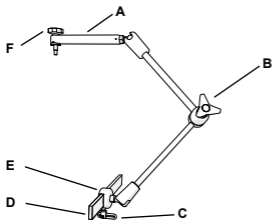

Figura 1: Brazo de montaje del generador de campo
Véase la Figura 1.
3. Abra la abrazadera central del brazo de montaje (Figura 1, B).